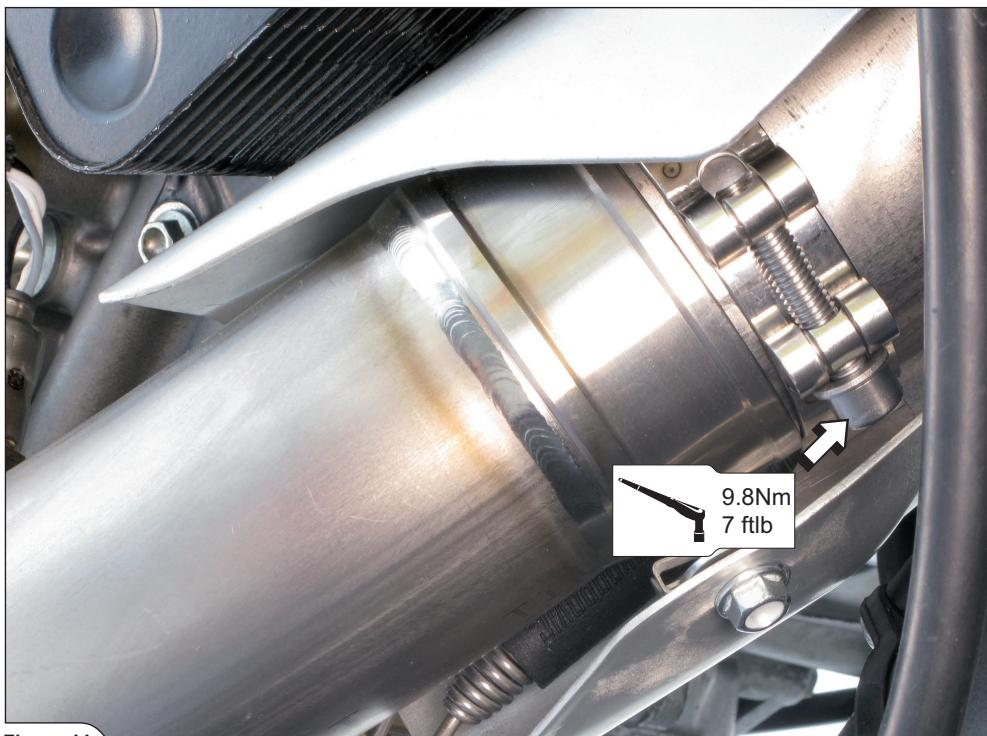

Figure 44
14. Serrer l'étau du collecteur avant au couple prescrit (Figure 44).
14. Die Klemmfaust des vorderen Krümmers mit dem vorgeschriebenen Anzugsmoment anziehen (Figure 44).